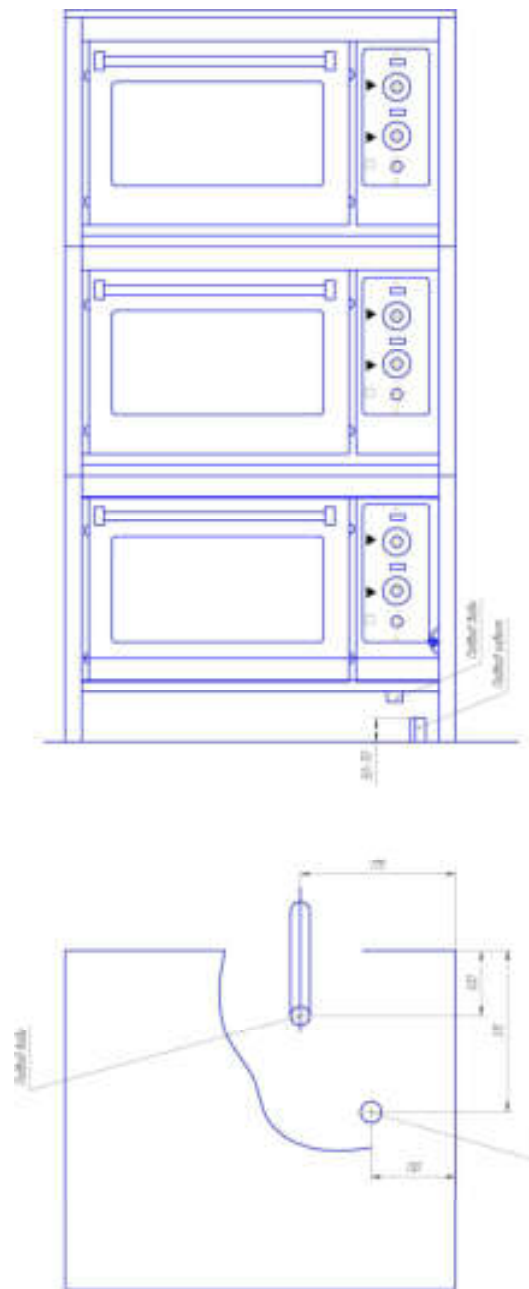

Рисунок 4 – Схема подвода питающего кабеля
8.7 Подключить к вводу шнура шкафа (смотри рисунок 4) гибким трубопроводом воду для системы парообразования по месту.